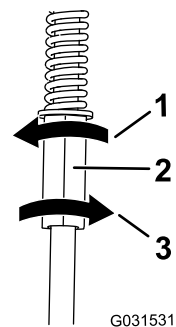

Figure 51
4. Tournez la tige de commande gauche d'un quart de tour à la fois jusqu'à ce que la machine avance en ligne droite (Figure 51).